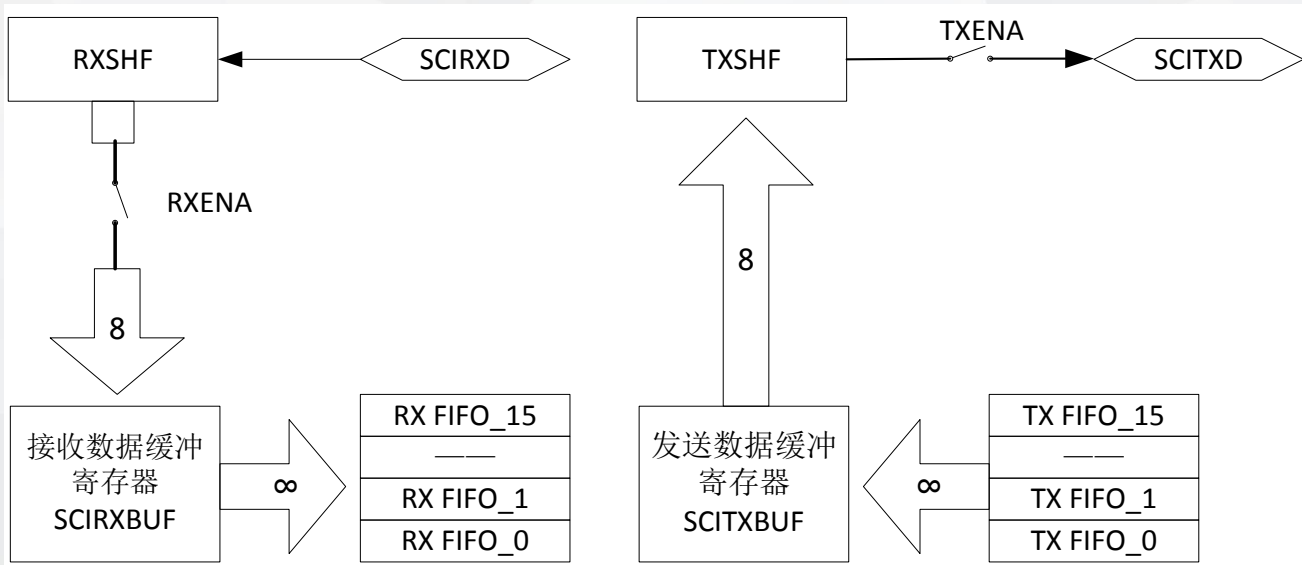

图15-3 SCI模块的工作原理
SCI模块的工作原理如图15-3所示，图中的数字8表示8位数据并行传输。SCI模块具有独立的数据发送器和数据接收器，这样能够保证SCI既能同时进行，也能够独立进行发送和接收的操作。
SCI接收数据的过程如图15-3左半部分所示，主要如下：
- (4) CPU通过程序读取SCIRXBUF寄存器中的数据后，RXRDY标志位被自动清除。至此，完成了一个数据的读取。
- (5) 如果SCI控制寄存器SCICTL1的位RXENA为0，也就是如果没有使能SCI的接收操作，从图15-3可以看到，当外部数据到达引脚SCIRXD时，数据还是会被逐位移入RXSHF寄存器，但是不会从RXSHF寄存器移入到SCIRXBUF寄存器中。
- (6) 如果使能了SCI的FIFO功能，则RXSHF会将数据直接加载到RX FIFO队列中，CPU再从FIFO队列读取数据，这样减少了CPU的开销，提高了效率。
SCI发送数据的过程如图15-3有半部分所示，主要如下：